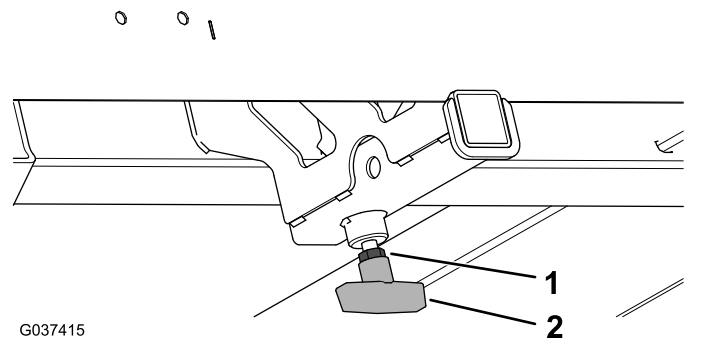

Figure 10
8. Serrez complètement l'écrou de blocage (3/8") contre la poignée en T (Figure 10).